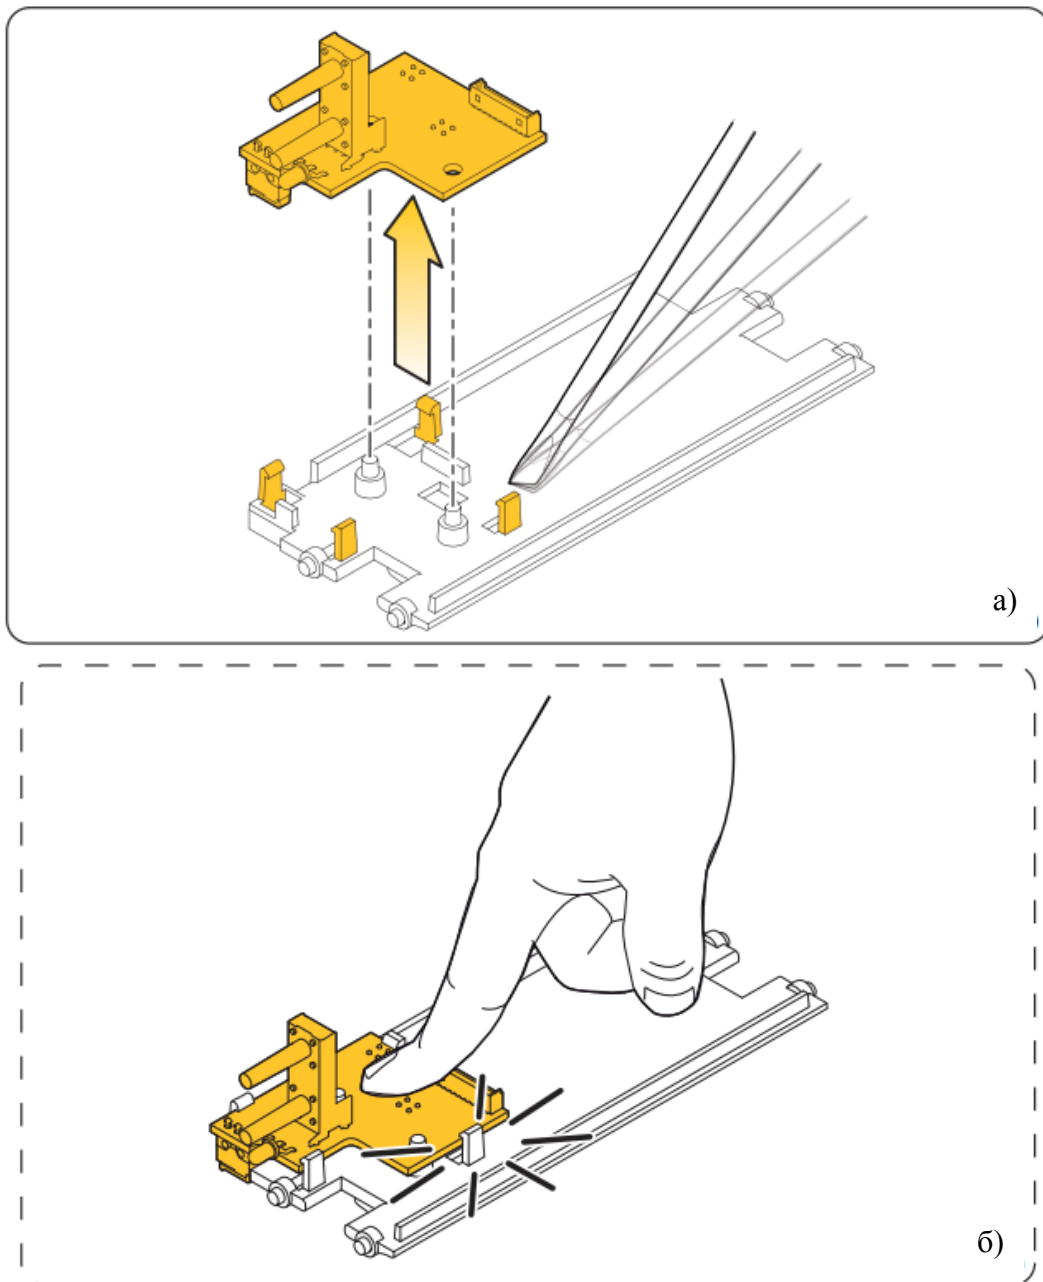

Рисунок 5.7 – Отсоединение платы управления и индикации
5.6.1 На ранее вынутой нижней направляющей ленты (п. 5.5.3) раздвинуть защелки, надавливая отверткой как рычагом, и вынуть плату управления и индикации (Рисунок 5.7 а)).
Примечание - При присоединении платы управления и индикации необходимо поместить ее в гнезда защелок, как показано на рисунке (Рисунок 5.7 б)).